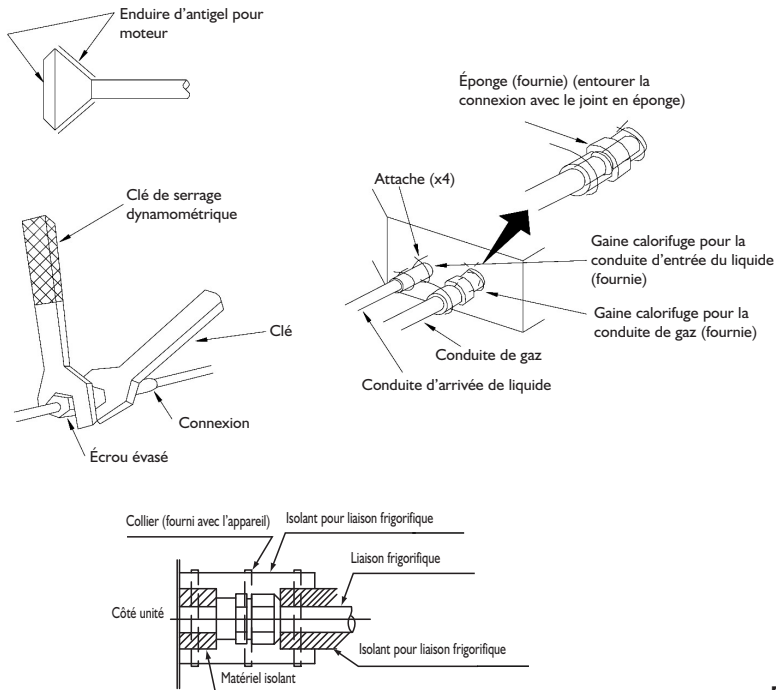

Fig. 3
- Pour le branchement de la conduite à l'unité ou pour son débranchement, utilisez la clé et la clé dynamométrique, comme illustré dans la Fig. 3.
- Examinez la liaison frigorifique pour vous assurer qu'elle ne fuit pas, puis procédez à son calorifugeage comme le montre la Fig.3.